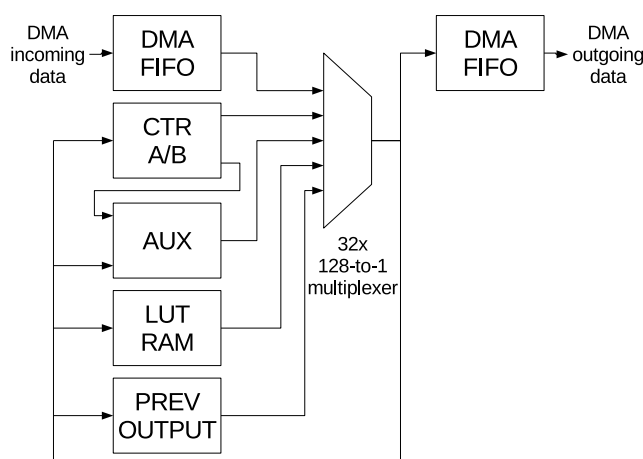

图 34.4-1. 比特调节器数据路径图
- 从输入 FIFO 移入的 64 位数据（即图 34.4-1 中左侧的 DMA FIFO 模块）。如前所述，来自 DMA 输入流的数据被存储在此处。为了便于使用循环来遍历输入的 64 位数据，指令可以启用相对寻址。在这种寻址模式下，任何从输入 FIFO 寄存器获取比特的多路复用器实际上会获取偏移计数器 A 寄存器值的比特（即图 34.4-1 中的 CTR A）。
- 从上一个周期发送到输出的 32 位数据（即图 34.4-1 中的 PREV OUTPUT 模块）。发送到输出寄存器的数据将在一个时钟周期后出现在这个寄存器中。这使得比特调节器可以在多个时钟周期中“记住”数据：即使某个比特没有发送到输出 FIFO，只要是输出到了输出寄存器，下一个时钟周期仍然可以通过选择这个寄存器来访问该比特。通过再次从这个寄存器中选择比特进行输出，可以实现比特的长期记忆，使它们在随后的周期中出现在此寄存器中。
- 2 x 16 位计数器提供的 32 位数据（即图 34.4-1 中的 CTR A/B 模块）。该寄存器包含两个 16 位计数器，分别命名为计数器 A 和 B，可通过控制路径指令对它们进行加载、递增和递减等操作。
- 计数器 B 和之前输出数据（对应图 34.4-1 中的 PREV OUT）之间的比较器中包含的 30 位数据，属于 AUX
- 2 位数据（属于图 34.4-1 中的 AUX 模块），一位固定为高电平，一位固定为低电平。使用场景：某协议需要输出一个始终为高电平或低电平的位，不受输入数据影响。